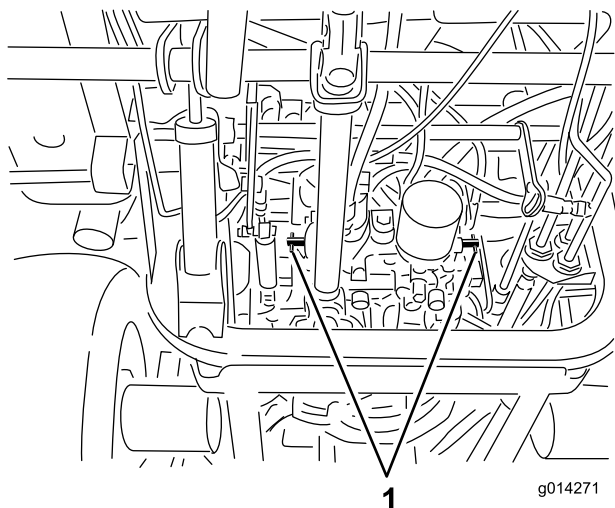

図 34
4. 各バイパスバルブを左回りに1回転させる (図 34)。
各バイパス・バルブを右回りに1回転させ、手で普通に締めてください (締め付けトルクで約 8 N・m (0.8 kg・m)) (図 34)。